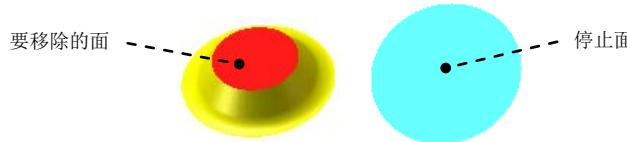

图 16.2.34 成形工具 2
Step6. 创建图 16.2.34 所示的零件特征——成形工具 2。
(1) 选择命令。选择下拉菜单 **插入(I)** → **钣金(H)** → **成形工具** 命令。
(2) 定义成形工具属性。
① 定义停止面。激活“成形工具”对话框的 **停止面** 区域，选取图 16.2.34 所示的模型表面为成形工具的停止面。
② 定义移除面。激活“成形工具”对话框的 **要移除的面** 区域，选取图 16.2.34 所示的模型表面为成形工具的移除面。
(3) 单击 按钮，完成成形工具 2 的创建。